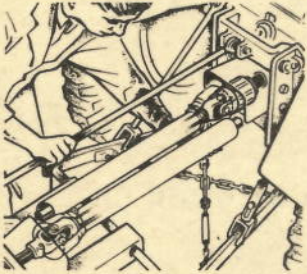

Abb. 2
3.2. Die Gelenkwelle (Abb. 2)
3.2 P.t.o. Shaft (Fig. 2)
3.2 L'arbre à cardan (fig. 2)
3.2 L'albero a snodo (fig. 2)
3.2 Die tussenas (fig. 2)